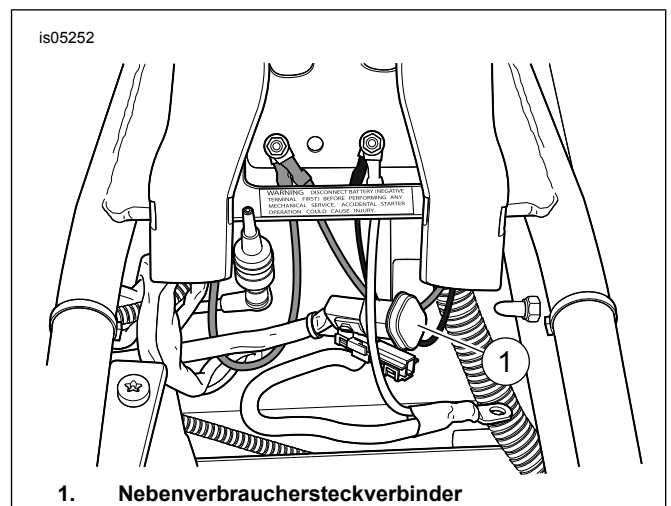

Abbildung 4. Nebenverbrauchersteckverbinder unter dem Sitz
22. **Classic-Modelle:** Siehe Abbildung 4. Falls erforderlich, Loch links unten in den Boden des Tour-Pak bohren und Tülle einsetzen. Die Leuchtenkabel des Gepäckträgers durch die Tülle verlegen.
23. Im Elektrik-Anhang des Werkstatthandbuchs nachschlagen, die Kontaktbuchse (8) an den Gepäckträger-Leuchtenkabeln und die Kontakte an den drei Pinbuchsengehäusen (7) wie folgt anbringen: